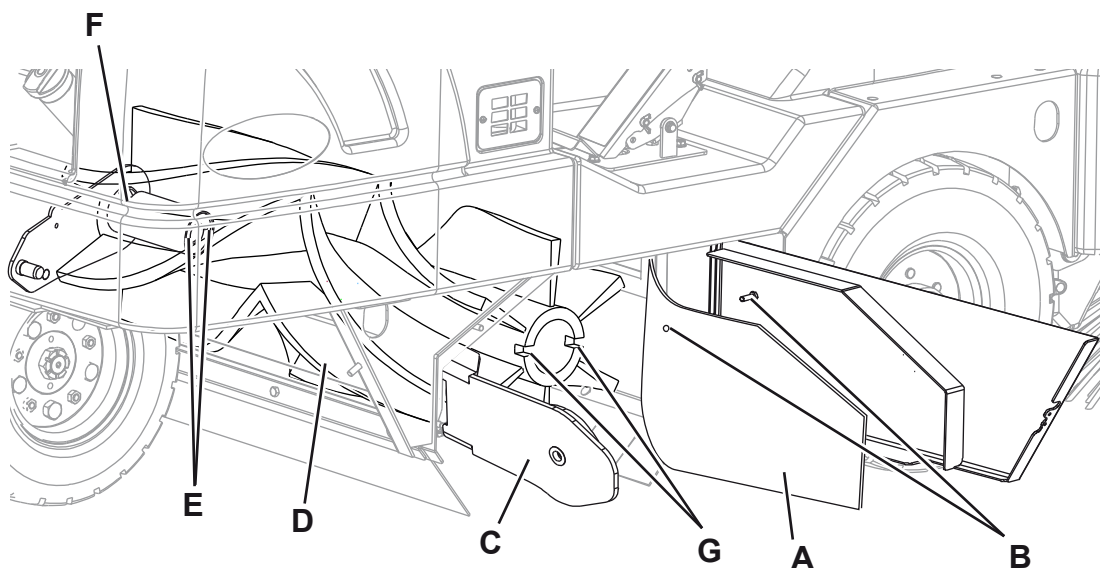

Figure 2
3. Tourner la clé de contact (66) et démarrer la machine.
4. Baisser le balai central au moyen du levier (53).
5. Tourner la clé de contact (66) sur «0» pour arrêter la machine.
6. Ouvrir le panneau droit (18).
7. Déplacer le volet latéral droit (A, Fig. 2) et le fixer à la goupille (B).
8. Ouvrir le groupe levier de renvoi (C) du groupe balai central (D).